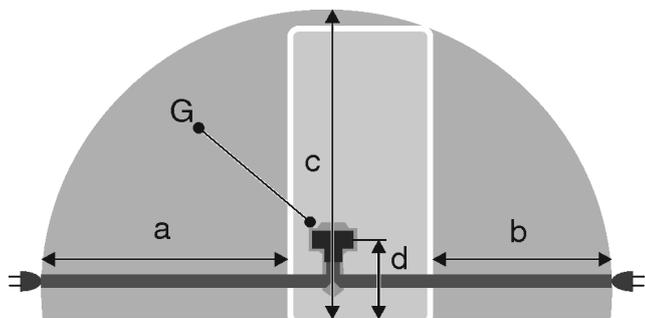

Fig. 29
- Розетка находится не за устройством, а в зонах a или b Fig. 29 (a, b, c).
- ▶ Штекер устройства Fig. 29 (G) подсоедините с задней стороны устройства. Следите за правильной фиксацией.